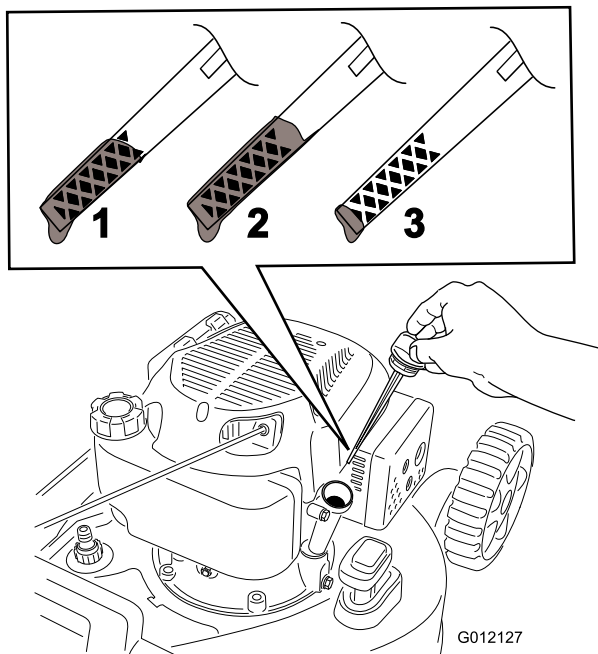

Figure 23
9. Sortez de nouveau la jauge et vérifiez le niveau d'huile (Figure 23).